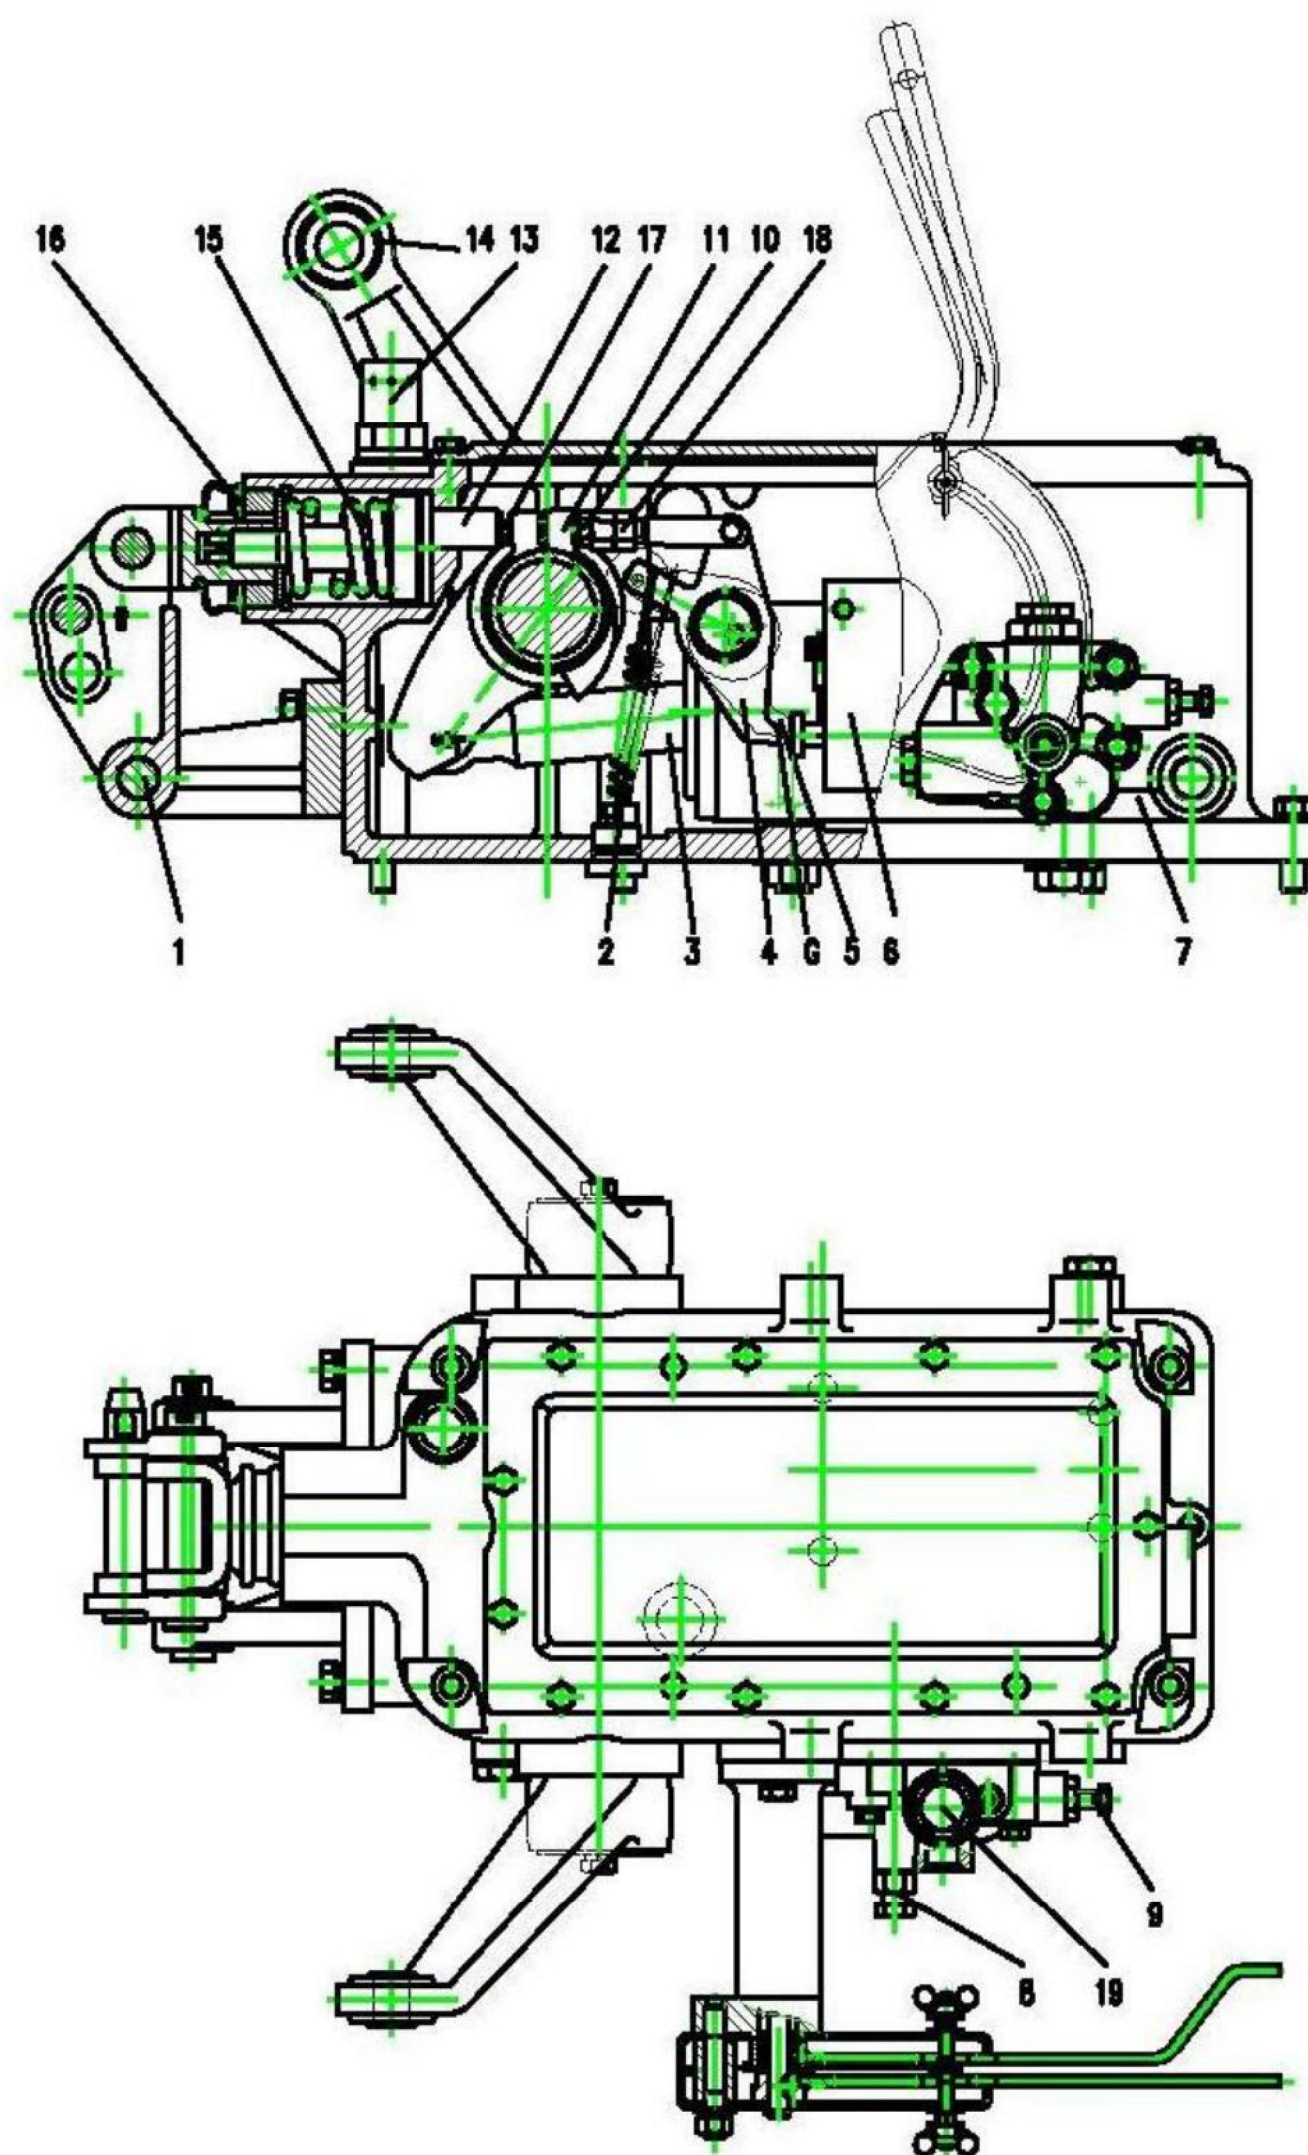

Figura 3-12 Conjunto elevador
Conjunto elevador (figura 3-12)
Gire la tuerca 5 hasta el final de la placa de presión del resorte 4 y luego inserte el pasador 16 en la tuerca 5 (figura 3-12).
2. Ajuste de la palanca de ajuste de resistencia del levantador y leva de ajuste de posición (figura 3-12)